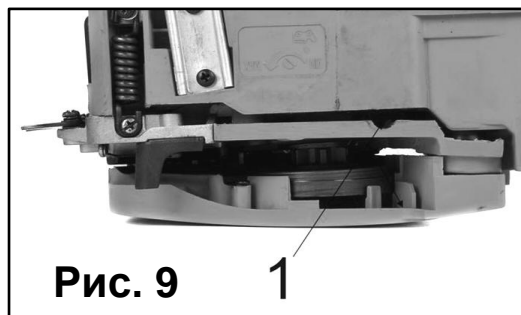

Рис. 9
При подготовке бензопилы к эксплуатации в зимних условиях при температуре - 5°C и ниже включить систему подогрева карбюратора, для чего нужно снять крышку воздушного фильтра (2) (См. Рис.9).
Эту операцию осуществляют поворотом специального винта (он находится на подошве корпуса), для чего нужно иметь отвертку или комбинированный гаечный ключ. Поворот винта по часовой стрелке уменьшает, а против часовой стрелки - увеличивает расход масла. (Рис. 9)